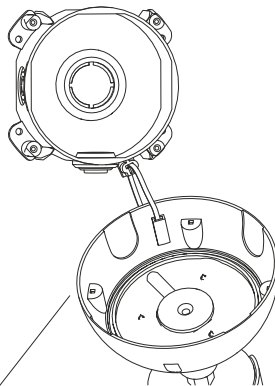

рис. 2
- 2) Закрепите основание монтажной коробки на поверхность, используя дюбели и саморезы, таким образом, чтобы отверстие для хомута было внизу (рис. 2).
- 5) Отпустите крышку с камерой, дав ей повиснуть на хомуте (рис. 2).